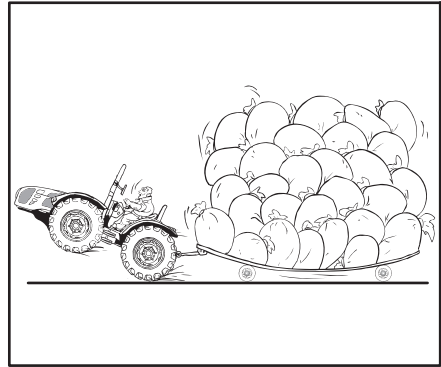

Abb. 2.16
- Den Traktor nicht zu stark belasten oder mit zu viel Ballast beschweren. Niemals Ballast hinzufügen, um eine Überlastung auszugleichen. Die Last reduzieren (Abb. 2.16).